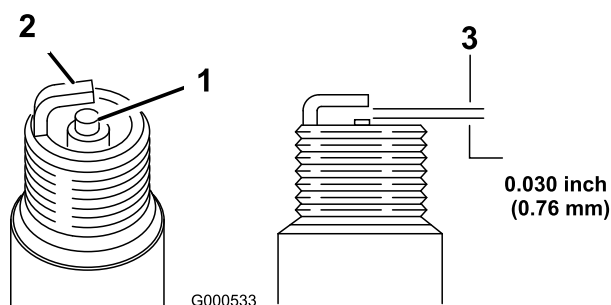

Figura 24
5. Regolate la distanza tra gli elettrodi della candela a 0,76 mm (Figura 24).